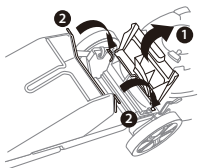

Fig.9
2. Levanta la cubierta de descarga trasera (1, Fig 9)
3. Coloca el recogedor de césped insertando los ganchos del marco en las ranuras de la parte trasera de la cortacésped (2, Fig.9).